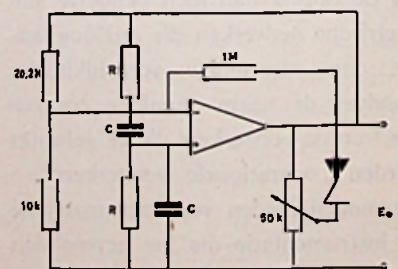

Fig. 6
a. Brug van Wien als oscillator (fig. 6):